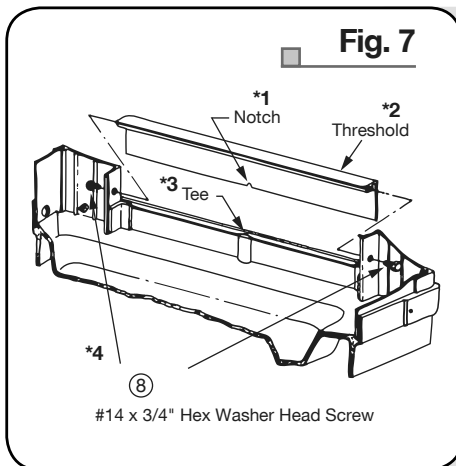

Fig. 7
8. Set Threshold in place between the front support extrusions. Be sure that threshold "notch" is locked into base "tee" section. Insert a #14 x 3/4" Hex Washer Head Screw through the pre-punched hole in the front support flange and screw into the mounting hole of the Threshold. Follow the same procedure for the other side. After both screws are started, tighten securely. (Fig. 7)
8. Coloque el umbral en medio de los moldeamientos de los soportes frontales. Asegúrese de que la ranura del umbral trabaje con la división «T». Inserte un tornillo hexagonal con cabeza de arandela n.º 14 x 3/4" en el orificio perforado en el borde del soporte frontal y atorníllelo en el agujero de montaje del umbral. Repita el procedimiento para el otro lado. Una vez que los dos tornillos estén colocados, ajústelos hasta que queden firmes. (Fig. 7)
8. Installez le seuil de porte entre les extrusions du support avant. Assurez-vous que l'encoche du seuil est insérée dans la section « T » de la base. Insérez une vis rondelle à tête hexagonale n° 14 de 3/4 po dans le trou préperforé du raccord de support avant, puis vissez-la dans le trou de fixation du seuil de porte. Procédez de la même façon pour l'autre côté. Une fois les deux vis en place, serrez-les complètement. (Fig. 7)